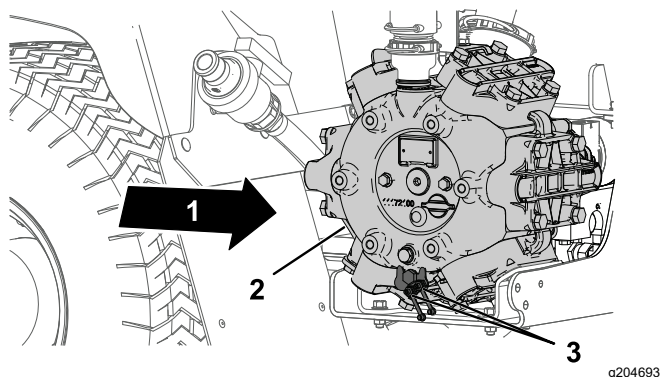

図 58
1. リモートグリスフィッティング2個をきれいに拭く 図 58。
2. リモートグリスフィッティングにグリスを注入する 図 58。